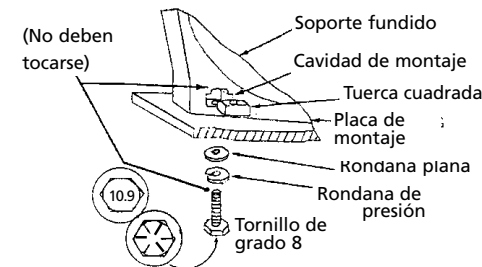

Figura 9
3. Use solamente tuercas cuadradas en la pieza fundida para la instalación. (Vea la Figura 9)
3. Conecte el cable largo codificado amarillo y el cable de tierra del paquete del solenoide a la caja del motor. Monte el cabrestante a la base del juego de montaje o al montaje que usted destinó para el efecto (ver la Figura 9).
**PRECAUCIÓN** El extremo de los tornillos de montaje no debe tocar el lado opuesto de las cavidades de montaje del soporte fundido (ver la Figura 9).
**ADVERTENCIA** No sustituya por tornillos de grado más débil que Grado 8 de SAE (ISO 10.9). La marca de grado se encuentra en la cabeza del tornillo y se muestra en la Figura 9.